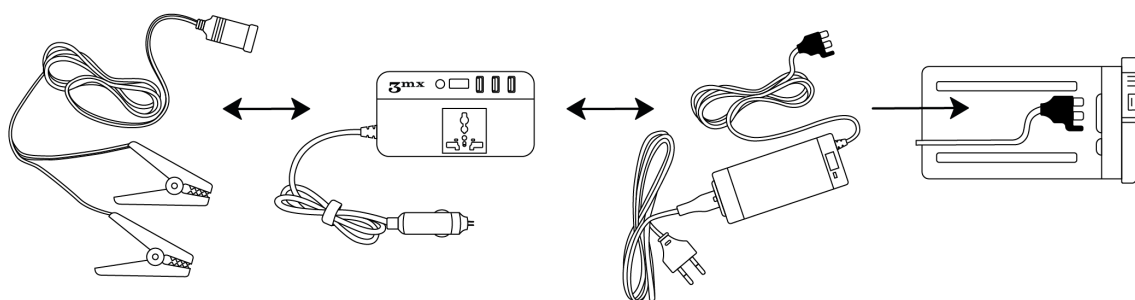

Рис. 9. Схема подключения к аккумулятору через инвертор и клеммы.
- Подключить к аккумулятору блок питания: ограничитель на разъеме питания должен находиться справа от контактов разъема (см. Рис. 9).